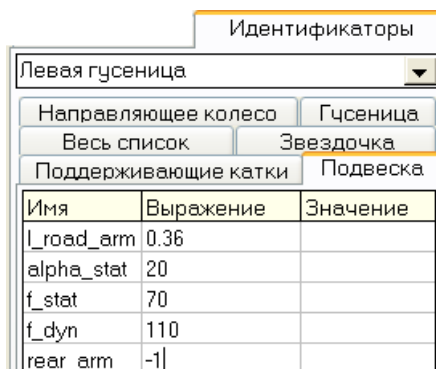
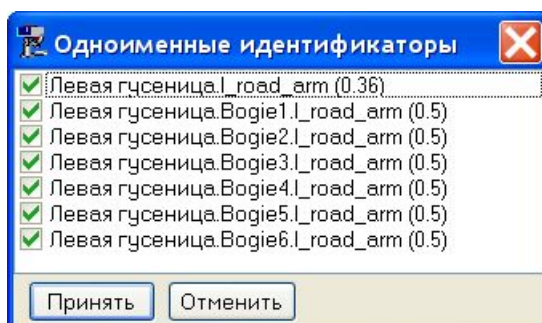
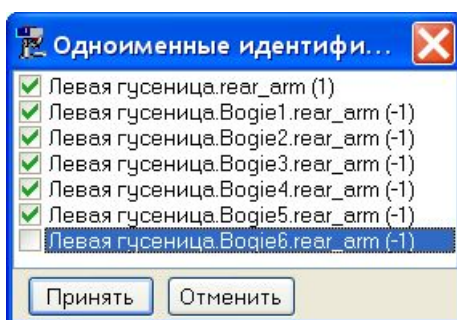
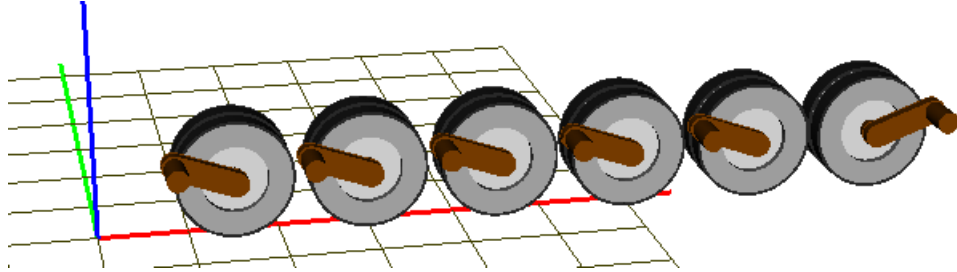

Рис. 8 Параметры торсионной подвески
Рис. 9 Назначение численного значения подсистемам
Рис. 10 Направления балансиров
Рис. 11 Подвеска с модифицированными значениями параметров
3) Теперь надо скорректировать параметры подвески. Для этого используется вкладка **Идентификаторы | Подвеска** инспектора, рис. 8. Установите значение длины рычага торсиона 0.36м (идентификатор *l\_road\_arm*). Поскольку все подсистемы подвески содержит одинаковый набор идентификаторов, то появляется окно, в котором надо указать, в каких подсистемах принять введенное значение параметра, рис. 9. По умолчанию значение назначается всем одноименным идентификаторам.
ходу вперед. За данное направление отвечает идентификатор (*rear\_arm*). При этом направлению назад соответствует значение +1. Для того, чтобы задать нужные направления балансирам, назначьте идентификатору *rear\_arm* на рис. 8 значение +1 и нажмите клавишу Enter. В окне назначения одноименных идентификаторов снимите галочку в последней строке, рис. 10. В результате у пяти первых катков направления балансиров изменятся на противоположные, рис. 11.